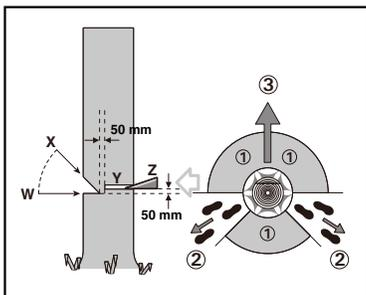

Bild 1
Om två eller flera personer arbetar inom samma område ska avståndet mellan personerna vara minst dubbelt så långt som trädet. Vid fällning av träd bör man se till att andra personer inte utsätts för risker, att distributionsledningar inte skadas och att inga saksador uppstår. Om ett träd råkar beröra en distributionsledning ska energiverket underrättas omedelbart. Vid sågning på slutning ska kedjesågens användare stå ovanför det träd som fälls, eftersom det fällda trädet troligen kommer att rulla eller slira nedför slutningen. Flyktvägen bör gå bakåt och diagonalt relativt den bakre delen av den förväntade fallriktningen, så som visas på bild 1. Före fällning bör hänsyn tas till trädets naturliga lutning, grenarnas lägen och vindriktningen för att kunna bedöma trädets fällriktning. Ta bort smuts, stenar, lös bark, spikar och ståltrådar från trädet.
Gör skåran till 1/3 djup av trädets diameter, vinkelrätt mot fallriktningen, så som visas på bild 1. Såga först det undre vågräta riktskåret (W). Härvid undviks inklämning av sågkedjan eller styrskena vid sågning av övre riktskär (X).
Gör fällskåret minst 50 mm högre än det horisontella riktskåret (Y), så som visas på bild 1. Fällskåret bör vara parallellt med riktskåret. Gör fällskåret endast så djupt att en brytmån blir kvar (brytlist) som fungerar som ett gångjärn. Brytmånen hindrar trädet från att vrida sig och falla i fel riktning. Såga inte av brytmånen.
När trädet börjar falla, ska kedjesågen tas ur skåret, fränkopplas och läggas bort samt den som sågat ska lämna risksområdet via planerad reträttväg (2). Se till att du inte snavar över grenar och kvistar som fallit ned. (Se Bild 1)